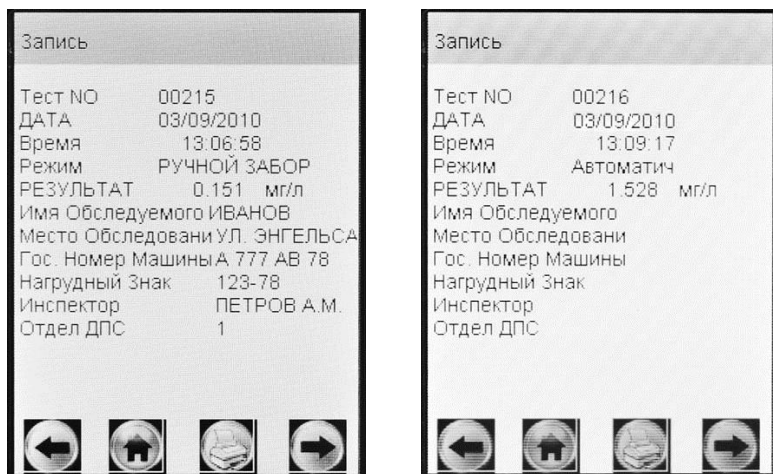

Рисунок 24 – Просмотр памяти
На сенсорном экране появится окно «**Запись**» с протоколом последнего измерения или последнего просмотренного протокола (рисунок 24).
2.12.2 Если измерения производились в режиме измерений с вводом данных, результаты измерений хранятся в памяти совместно с автоматически сохраняемыми данными (дата, время и т.д.) и с данными, введенными в предназначенные для заполнения поля (рисунок 24, слева).
2.12.3 Если измерения производились в режиме измерений без ввода данных, в памяти хранятся только результаты измерения совместно с автоматически сохраняемыми данными (рисунок 24, справа).
– находясь в окне «**Запись**» (рисунок 24), нажмите на кнопочной клавиатуре анализатора клавишу ; на экране появится окно перехода к требуемому протоколу (рисунок 25);